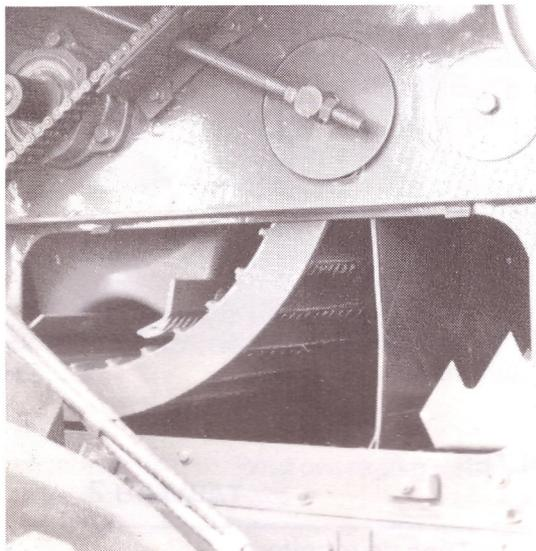

FIG. 31
N.B. L'écartement exact peut se contrôler par la trappe (fig 31) ; se souvenir que chaque fois que l'on effectue 5 tours en sens horaire de la manivelle arrière, on obtient un rapprochement d'environ 1 mm et vice-versa ; chaque fois que l'on effectue 4 tours en sens horaire de la manivelle avant, on obtient un rapprochement d'environ 1 mm et vice et versa. Le tableau 4 indique les ouvertures conseillées pour les différentes récoltes.